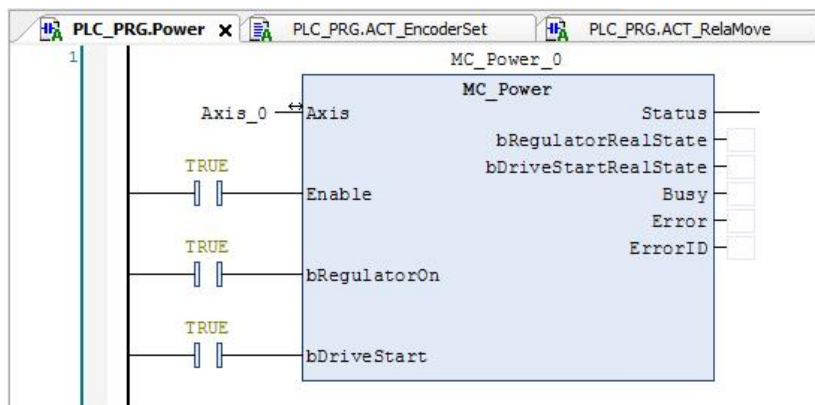

图 9.2 使能模块
3) 按照步骤 2 的方法依次添加上电模块 Power、相对运动模块 ACT_RelMove、编码器设置模块 ACT_EncoderSet，并填写相应的参数，如图 9.2~9.4 所示。